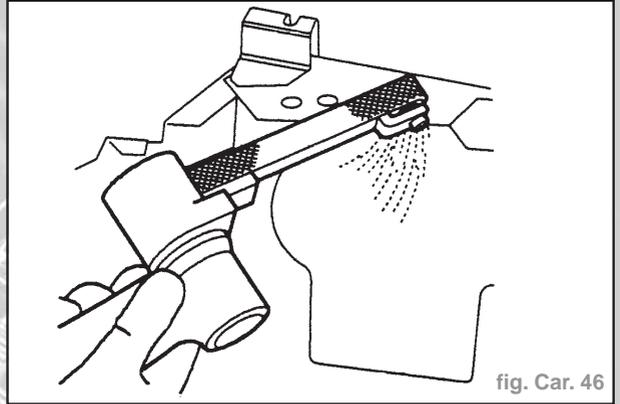

fig. Car. 46
- Utiliser une ponceuse à bande pour nettoyer tous les bords de raccordement du panneau, pour obtenir une surface brillante et lisse (Fig. Car. 46).